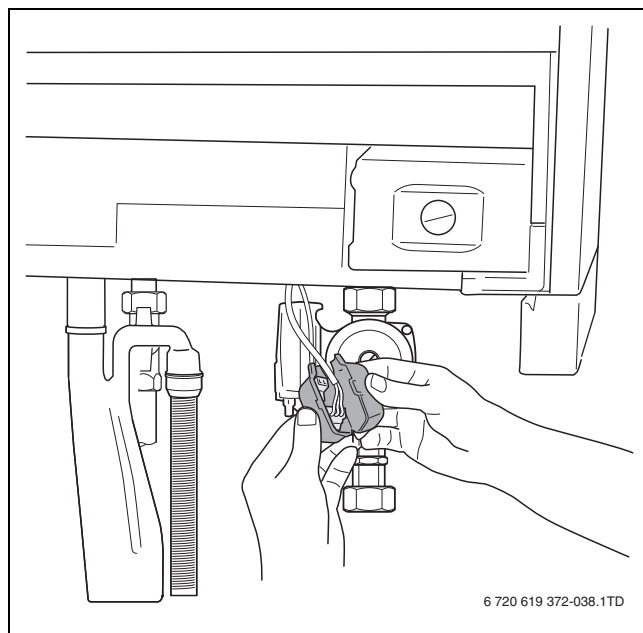
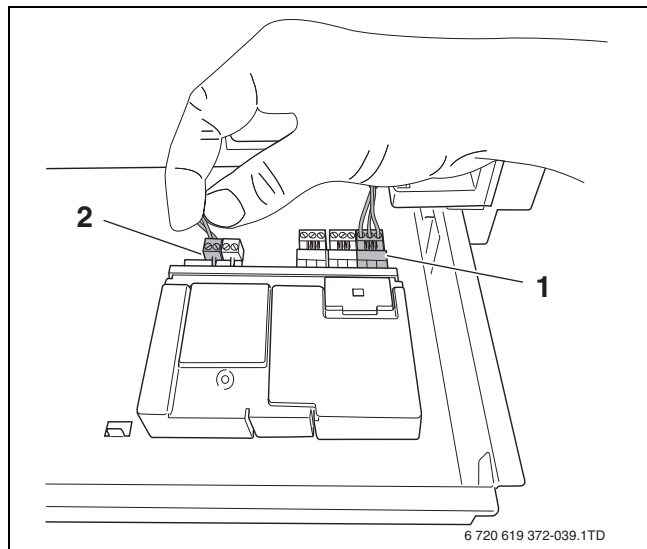

Bild 47 Schutzkappen entfernen
Bild 48 Module miteinander verbinden
- Kappe der beiden freien Stecker an den Anschlusskabeln vom Modul (→ Bild 47) entfernen.
- Das freie 230 V AC-Netzkabel (→ Bild 47) an das Modul anschließen (→ Bild 48, [1]). Wenn mehrere Module verwendet werden, kann die 230 V AC-Versorgung des zweiten Moduls vom ersten Modul abgezweigt werden. Hierzu das dem Modul mitgelieferte Kabel verwenden.
- Das 230 V AC-Netzkabel des ersten Moduls an das folgende Modul anschließen (→ Bild 47).
- Freien Stecker des Anschlusskabels vom EMS-BUS an das erste Modul anschließen (→ Bild 48, [2]).